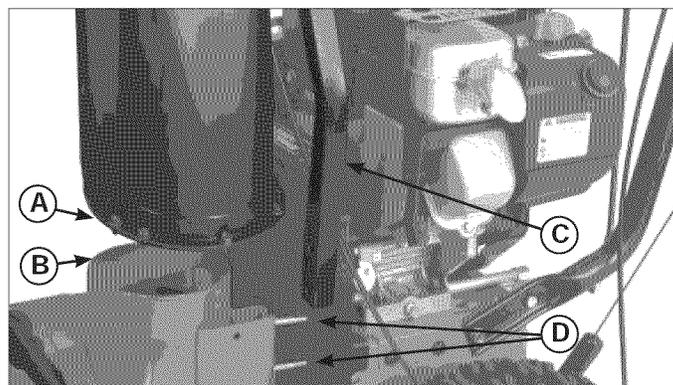
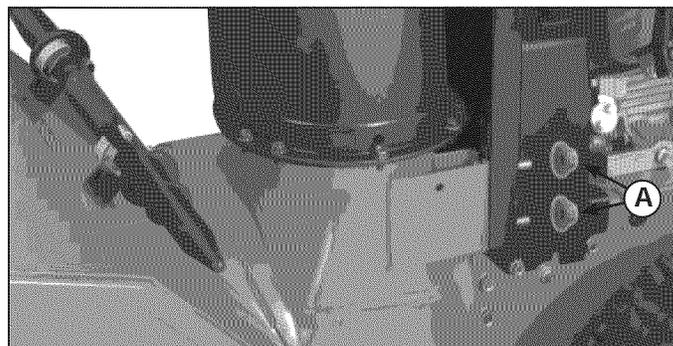

Figura 8. Montaje de la rampa y el dispositivo de rotación
Figura 9. Pernos de cabeza redonda
2. Deslice la base de la rampa (A, Figura 8) en el compartimiento de la barrena (B).
3. Deslice el tubo de apoyo (C) en los pernos de cabeza redonda (D).
4. Enrosque dos tuercas con brida de 3/8 de pulg. (A, Figura 9) en los pernos de cabeza redonda y apriete con una llave de 9/16 de pulg.
**Palanca de bloqueo de la tracción: (Solamente series 1100)** La rueda de tracción derecha solamente se puede soltar utilizando el bloqueo de tracción (ver Figura 9). Esto permite que la unidad se mueva fácilmente con el motor apagado.